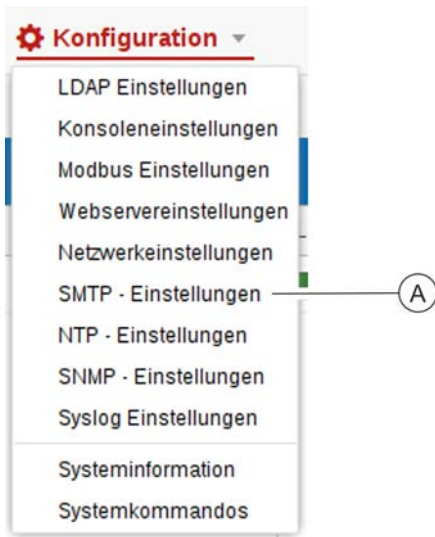

Abb. 225: SMTP-Einstellungen aufrufen
1. ➔ Über „*Konfiguration* ➔ *SMTP - Einstellungen*“ die SMTP-Einstellungen aufrufen (Abb. 225/Ⓐ).